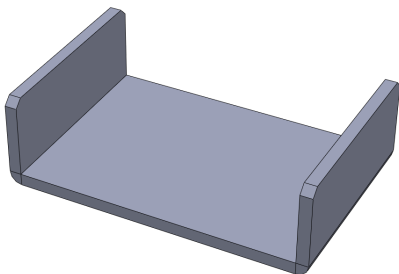

图 9-51 打开素材模型
(1) 单击常用工具栏中的【打开】按钮，打开一幅素材模型，如图 9-51 所示。